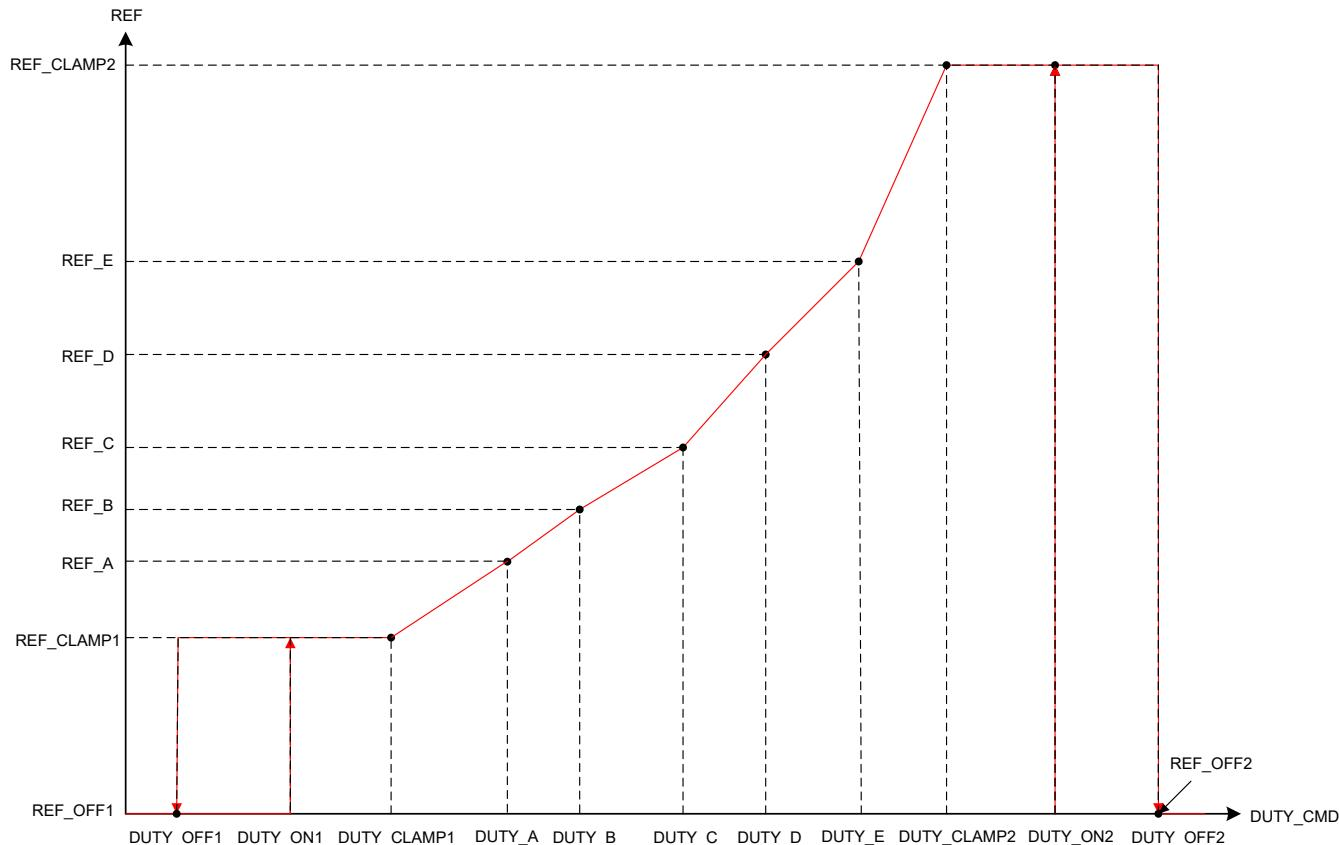

図 7-11. リニア制御プロファイル
- DUTY\_OFF1 と DUTY\_ON1 は、リファレンス制御入力 REF\_CLAMP1 および REF\_OFF1 間を遷移する際のヒステリシスを設定します (図 7-11 を参照)。
- DUTY\_A は、リファレンス REF\_A のデューティコマンドを設定します。DUTY\_CLAMP1 と DUTY\_A の間で、リファレンスは REF\_CLAMP1 から REF\_A まで直線的に変化します DUTY\_A から DUTY\_E は、図 7-11 と同じ順序である必要があります。
- DUTY\_OFF2 と DUTY\_ON2 は、リファレンス制御入力 REF\_CLAMP2 および REF\_OFF2 間を遷移する際のヒステリシスを設定します (図 7-11 を参照)。